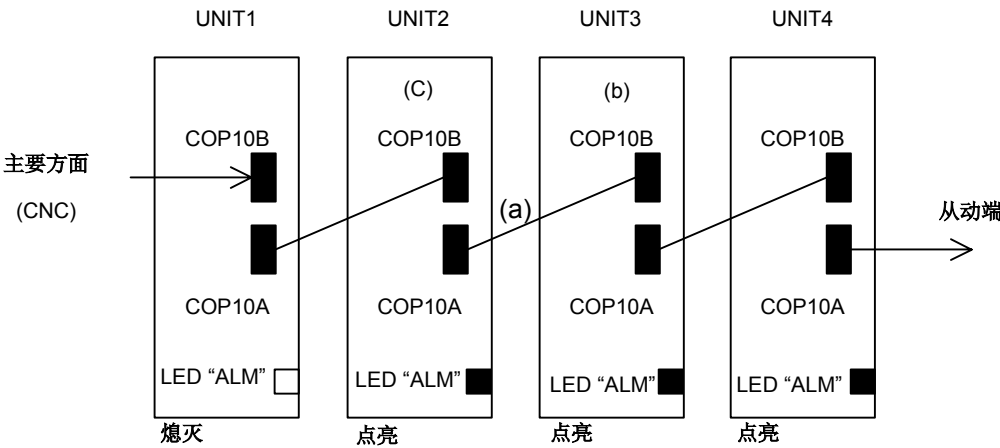

图 3.1.10
(若是图 3.1.10 的情形, 则为 UNIT2 和 UNIT3 间的电缆)
- (b) 更换在 LED “ALM” 点亮的放大器中距 CNC 第二近的 SVM。(若是图 3.1.10 的情形, 则为 UNIT3)
- (c) 更换在 LED “ALM” 点亮的放大器中距 CNC 最近的 SVM。(若是图 3.1.10 的情形, 则为 UNIT2)